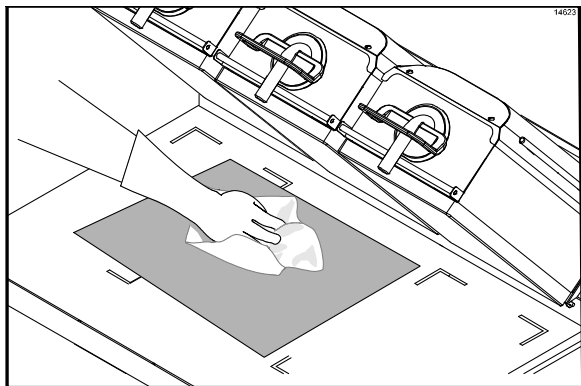

图 67
39. 将上煎板和下煎板铁弗龙不粘膜放在下煎烤面上，一次放一片。用干净并浸湿消毒液的煎炉抹布擦拭所有铁弗龙不粘膜的正反面。（请见图 67）